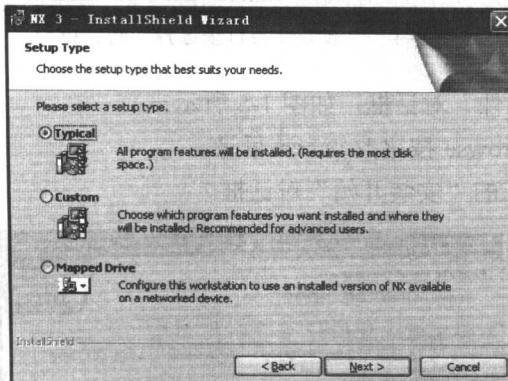

图 1-9 “设置类型”对话框
(3) 单击 Next 按钮以后, 将出现如图 1-9 所示的“设置类型”对话框。